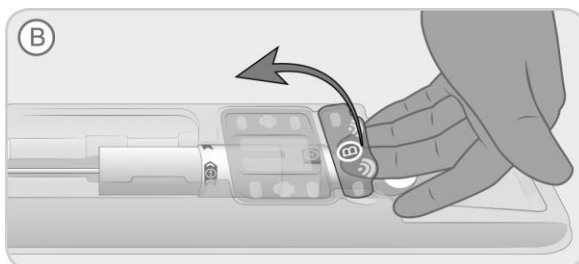

Abbildung 3. Entfernen des abnehmbaren Schalendeckels.
- B. Den dünnen, abnehmbaren Schalendeckel (auf der Schale mit „B“ bezeichnet) durch Anheben der jeweiligen Lasche, wie in Abbildung 3 gezeigt, abziehen, bis er vollständig entfernt wurde.